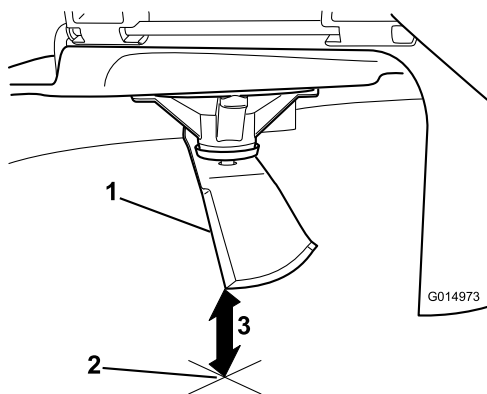

**Figure 59**
4. Tournez la même lame de 180 degrés pour amener l'autre tranchant à la même position (Figure 59).